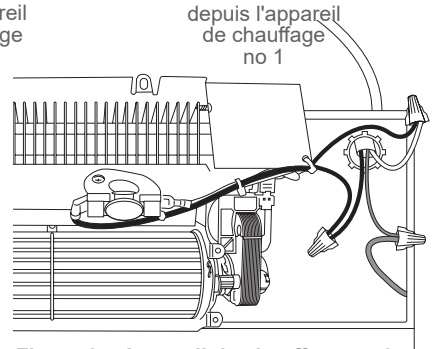

Figure 8 – Appareil de chauffage no 2
1. Faire passer le câble d'alimentation électrique du disjoncteur au thermostat mural. Retirer deux disques défonçables du boîtier mural de l'appareil de chauffage no 1 et fixer deux ensembles de câbles d'alimentation électrique en place à l'aide de deux serre-câbles (non compris) en laissant au moins 6 pouces (15 centimètres) de câble. L'un des ensembles de câbles d'alimentation électrique sera raccordé au thermostat mural et l'autre sera raccordé à l'appareil de chauffage no 2 (voir la figure 8).
4. Pour l'appareil de chauffage no 2, effectuer les raccords électriques dans le boîtier mural comme indiqué à la figure 8 ci-dessus.